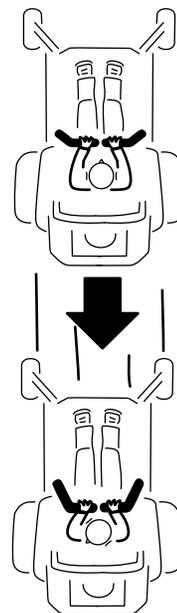

Bild 28
2. Ziehen Sie zum Rückwärtsfahren die Fahrtriebshebel langsam nach hinten (Bild 28).